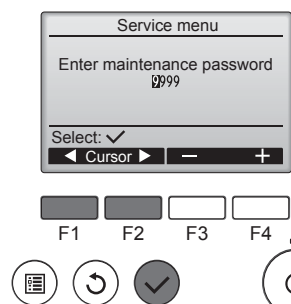

Fig. 6-2
- ① Wählen Sie "Service" im Hauptmenü und drücken Sie die Taste [✓].
- ② Bei der Auswahl des Service-Menüs wird ein Fenster geöffnet, das zur Passworteingabe auffordert. (Fig. 6-2)